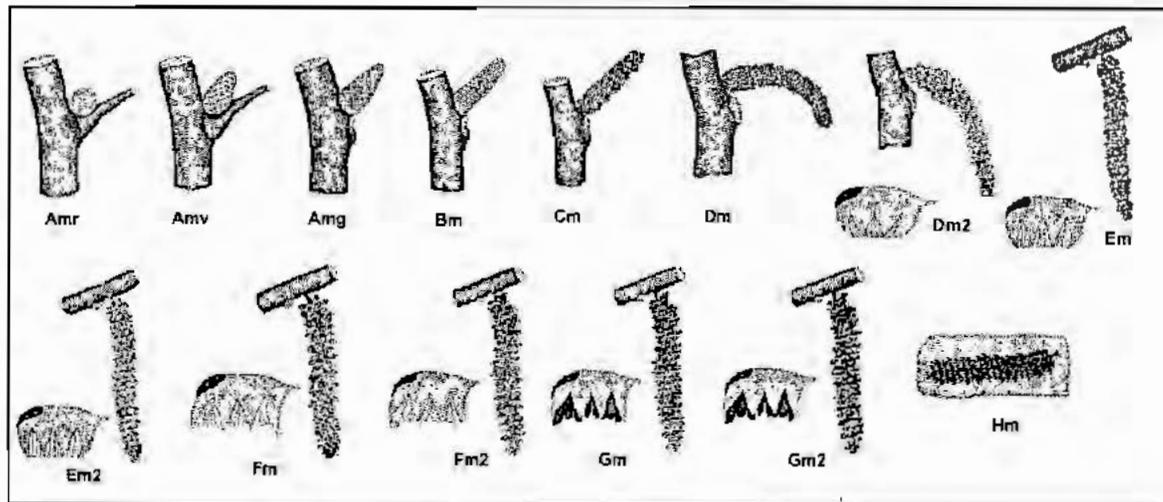

Figura 2. Estados de desarrollo del amento.
18. Identifique los estados de desarrollo en que los amentos liberan polen (Figura 2):